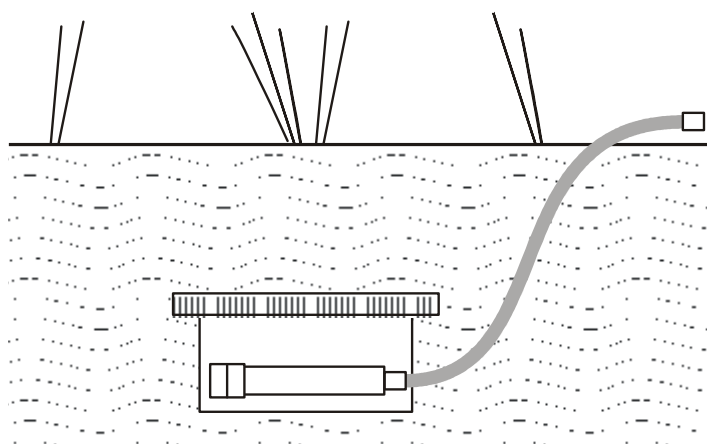

Рисунок 4
2.3.5 При установке изделия под землю, выкопать в грунте яму или приподнять дерн глубиной до 0,3 м (рисунок 4). Установить изделие торцевой поверхностью к земле, выведя кабель с разъемом на поверхность, и закрыть изделие и часть кабеля грунтом.